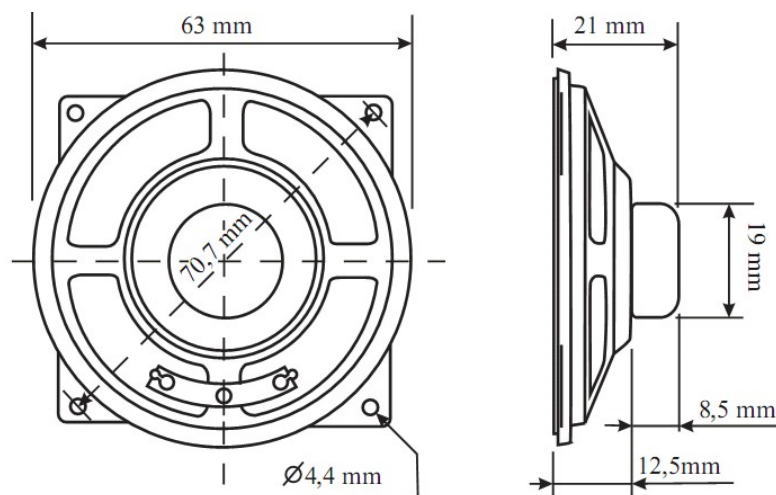

Рис.4. Громкоговоритель
7.3 Подключить громкоговоритель к разъему XT4. Внешний вид и габаритные размеры громкоговорителя показаны на рис.4.